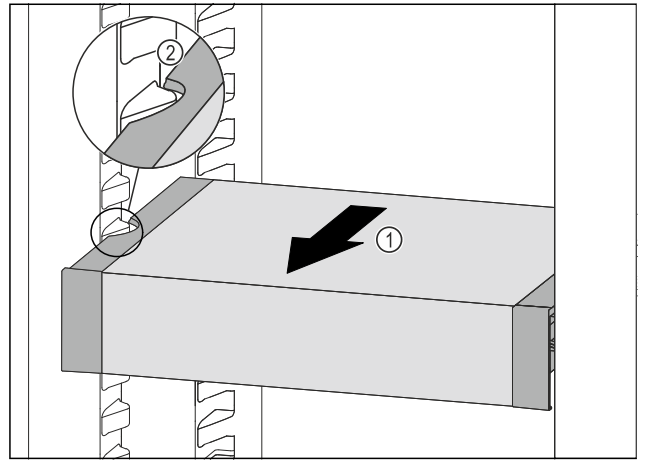

Fig. 99
- ▶ 向前拉动 VarioSafe Fig. 99 (1)，直至 VarioSafe 的侧部凹槽与冷藏区中的容器肋梁持平。Fig. 99 (2)